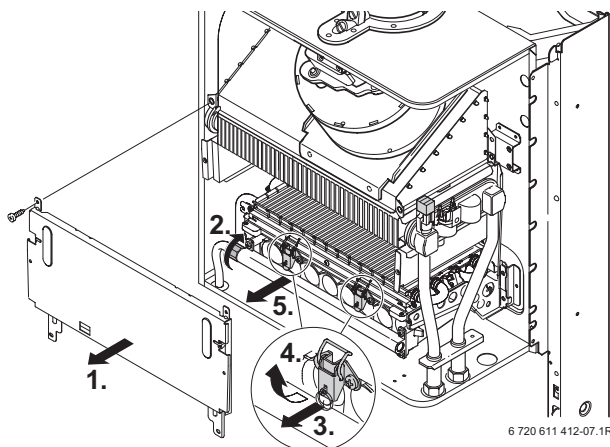

Fig. 59
- ▶ Rimuovere la copertura frontale della camera di combustione (Fig. 59).